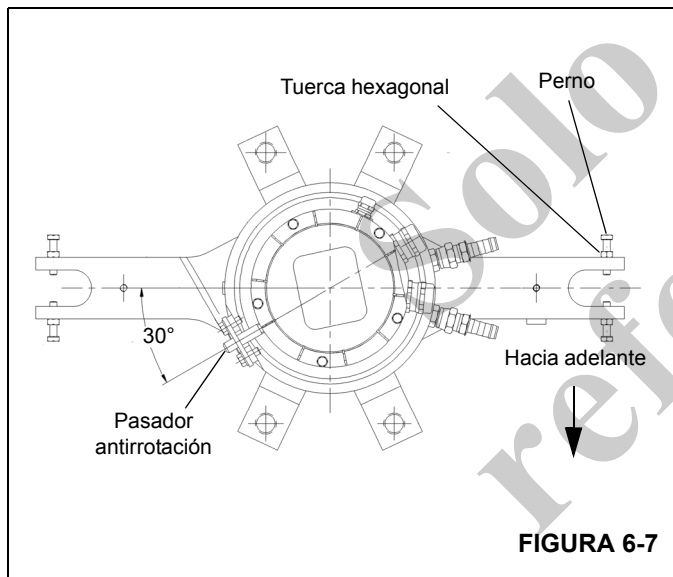

FIGURA 6-7
3. Asegure que el pasador antirrotación de la parte inferior de la base del adaptador giratorio eléctrico quede alineado con el agujero de montaje de la escuadra de la caja del adaptador giratorio de agua (Figura 6-7).